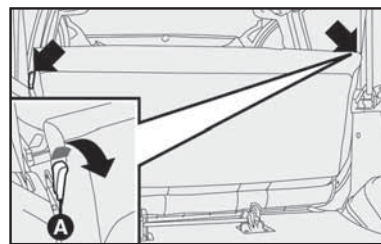

fig. 94
1) Puxar as alavancas laterais **A-fig. 94** localizadas dos dois lados do encosto do banco traseiro e rebatê-lo para frente.